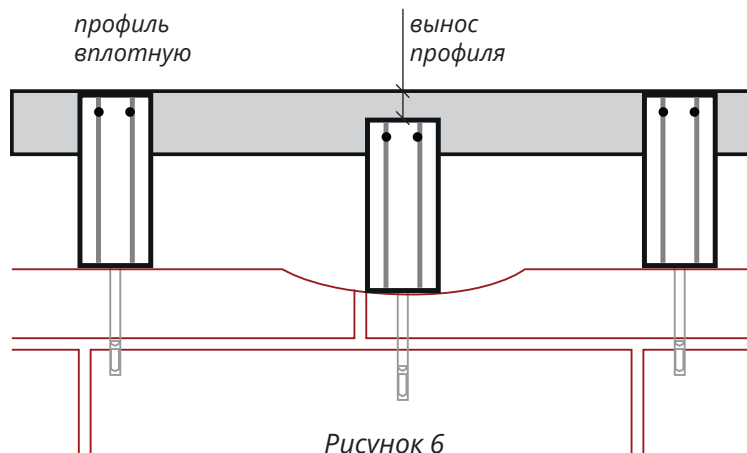

Рисунок 6
- Незначительные неровности стены (до 20 мм) допускается компенсировать за счет самого профиля (рисунок 6).